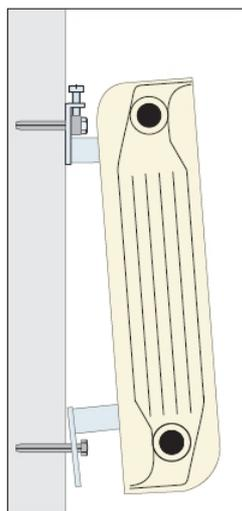

fig. 2
- 11) Posez le radiateur sur les supports supérieurs en le maintenant légèrement incliné **(fig.2)**.